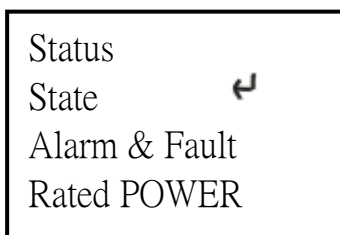

Рис. 13 Основное меню
- 6) Для просмотра подробных сведений о рабочем и аварийном состояниях оборудования, системе сигналов, номинальной мощности и модели оборудования выбрать и подтвердить элемент «Status» основного меню. См. Рис. 13~19.